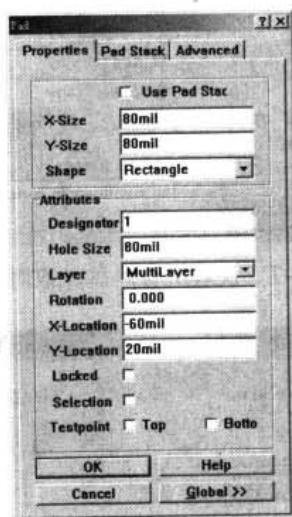
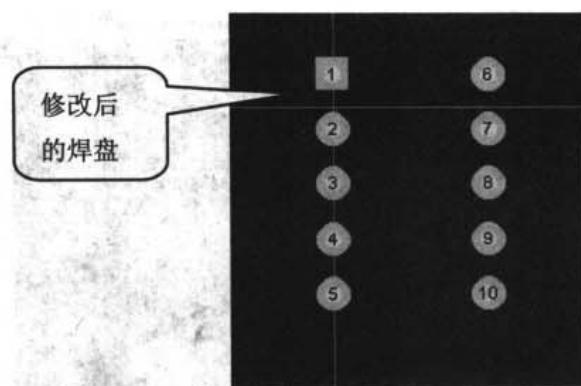
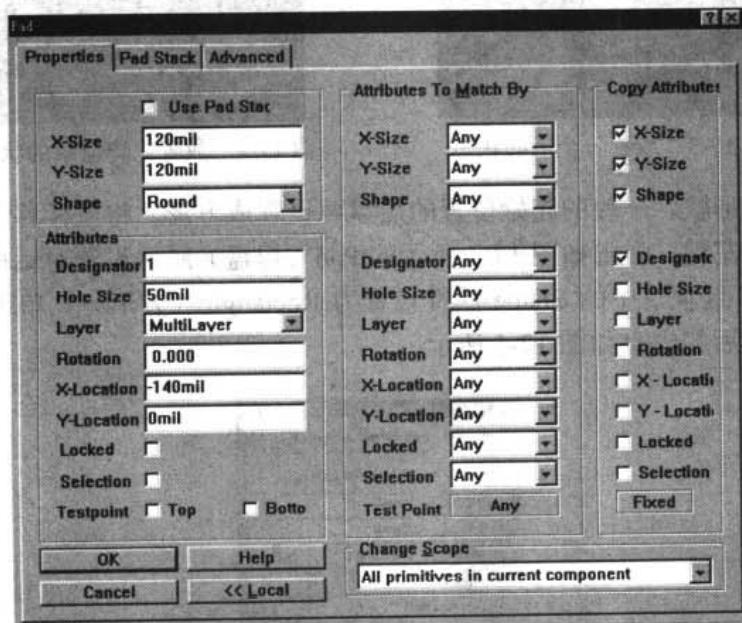
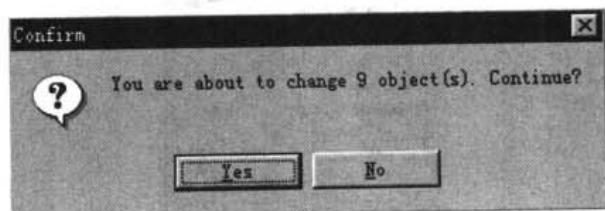

图 17-5 Pad (焊盘) 属性设置对话框
图 17-6 修改后的焊盘
图 17-7 设置所有焊盘参数对话框
图 17-8 确认修改焊盘参数对话框
- (4) 改变焊盘形状。一般的起始位置的焊盘要设置成方形，将鼠标移动到第一个焊盘位置，双击左键，弹出如图 17-5 所示的 Pad (焊盘) 属性设置对话框，在对话框中将 Properties 选项卡中的 Shape 属性设置为 Rectangle (方形)，单击 OK 按钮完成修改，修改后的焊盘如图 17-6 所示。
- (5) 根据实际需要，设置焊盘参数。在图 17-5 中，将焊盘的 X-Size、Y-Size（直径）设置为 120mil，焊盘的 Hole Size（孔径）设置为 50mil。
- (6) 单击图 17-5 中的 Global 按钮，出现如图 17-7 所示的全局修改对话框，在此对话框中，可以设置焊盘的所有参数。将焊盘的参数 X-Size、Y-Size 均设置为 120mil，Hole Size 设置为 50mil，设置好后，单击 OK 按钮，即弹出如图 17-8 所示的 Confirm 对话框。如果其他焊盘的参数要作相应的修改，可单击 Yes 按钮进行确认；如果不需修改，则单击 No 按钮。